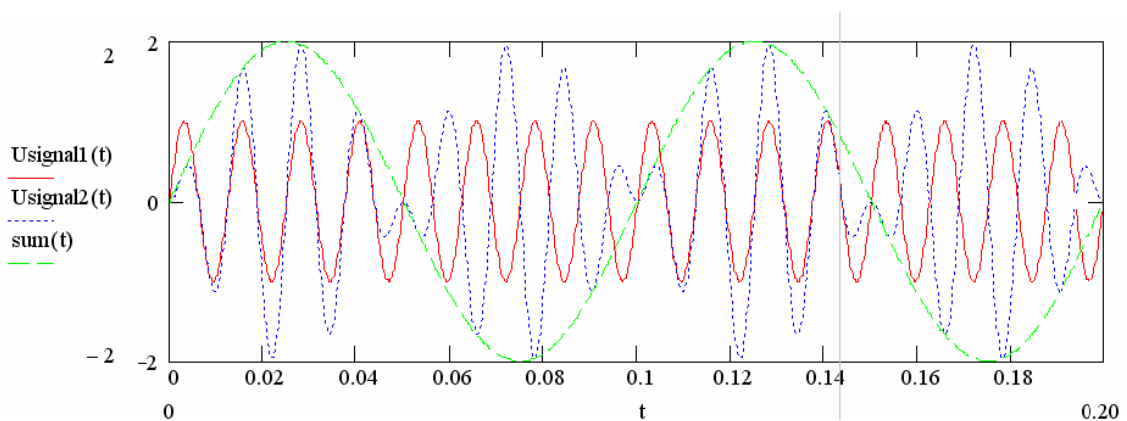

Рисунок 9.2
14. На рисунке 10 показана схема электрическая функциональная амплитудного демодулятора. Объяснить принцип работы данного устройства и изобразить временную диаграмму выходного сигнала при условии, что на его сигнальный вход ( $U_{\text{signal1}}$ ) подан амплитудно-модулированный сигнал (см. рисунок 9.2) с частотой  $f_1$ , а на вход синхронизации ( $U_{\text{signal2}}$ ) подан опорный сигнал синусоидальной формы (см. рисунок 9.2) с частотой  $f_2$ .